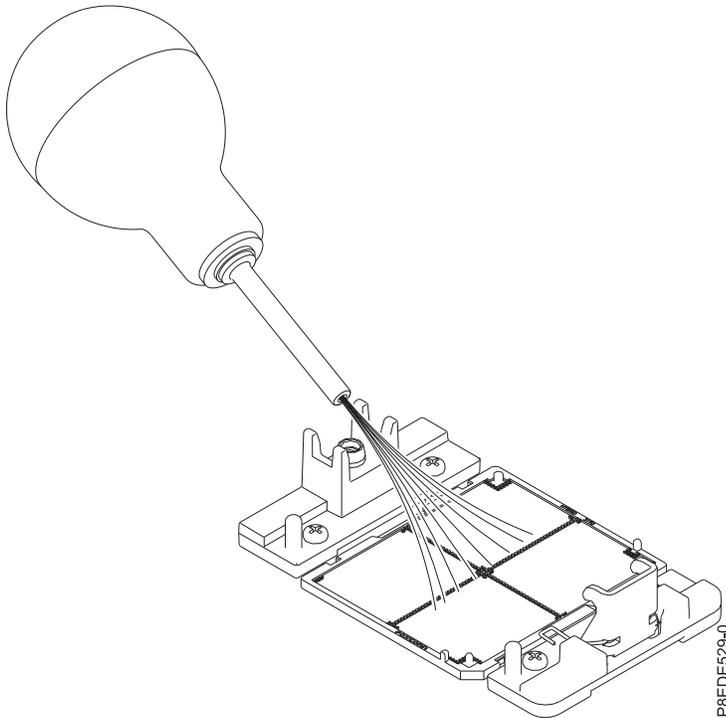

Abbildung 76. Staub und Fremdkörper vom Systemprozessorsocket entfernen
- a. Sollten am Systemprozessorsocket Staub oder Fremdkörper vorhanden sein, reinigen Sie das Socket mithilfe der im Lieferumfang enthaltenen Luftpumpe (Teilenummer 45D2645). Arbeiten Sie dabei mit kurzen Luftstößen von der Mitte des Sockets hin zu den Seiten, siehe Abb. 76 auf Seite 70.